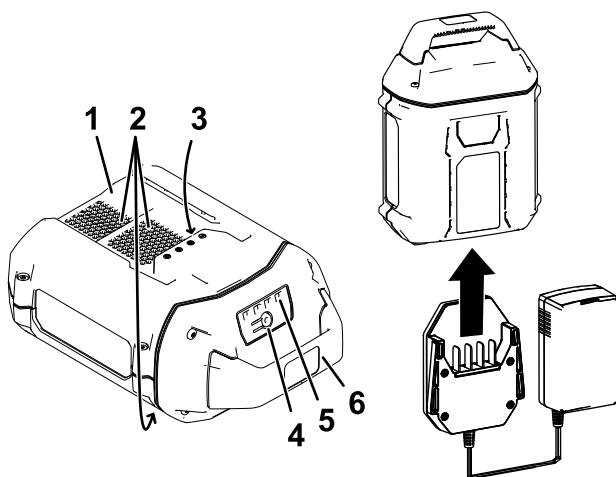

Figura 2
2. Allineate la cavità nel pacco batteria (Figura 2) con la linguetta sul caricabatterie.
3. Fate scorrere il caricabatterie nel pacco batteria, fino a quando non è completamente in sede (Figura 2).